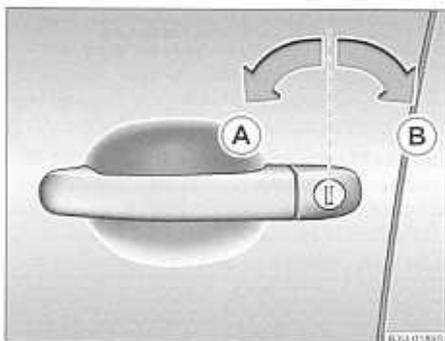

Fig. 22 Giros de llave para abrir y cerrar
- Gire hacia la izquierda la llave en la cerradura de la puerta del conductor a la posición de apertura (A) => fig. 22.
- Gire hacia la derecha la llave en la cerradura de la puerta del conductor a la posición de cierre (B) => fig. 22.